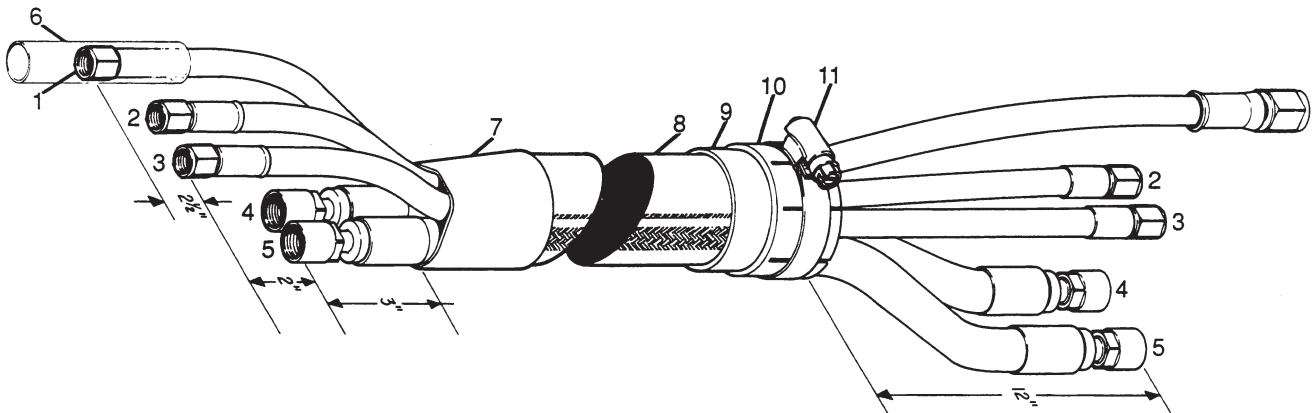

Рис. 5-2. Провод механизированного резака в сборе
Порядок действий по демонтажу и замене отдельных проводов резка (см. также рис. 5-2). См. список деталей провода механизированного резака в сборе.
2. Убедитесь, что длины проводов (1-5) с обоих концов соответствуют данным на рис. 5-2.
4. Натяните защитную оплетку (8) с концов провода резака и растяните ее по длине провода до длины, указанной на рис. 5-2.
6. Переместите термоусадочную изоляцию (7) на защитную оплетку с конца резака. Нагревайте изоляцию до тех пор, пока она не пристанет плотно к защитной оплетке и проводу резака.
7. Поставьте компрессионное кольцо (9), кольцо (10), и шланговый зажим (11) на место с конца источника тока защитной оплетки. Затяните шланговый зажим.